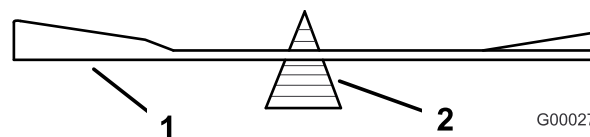

Figure 64
2. Vérifiez l'équilibre de la lame en la plaçant sur un équilibreur (Figure 64). Si la lame reste horizontale, elle est équilibrée et peut être utilisée. Si la lame est déséquilibrée, limez un peu l'extrémité de la partie relevée seulement (Figure 64). Répétez la procédure jusqu'à ce que la lame soit équilibrée.